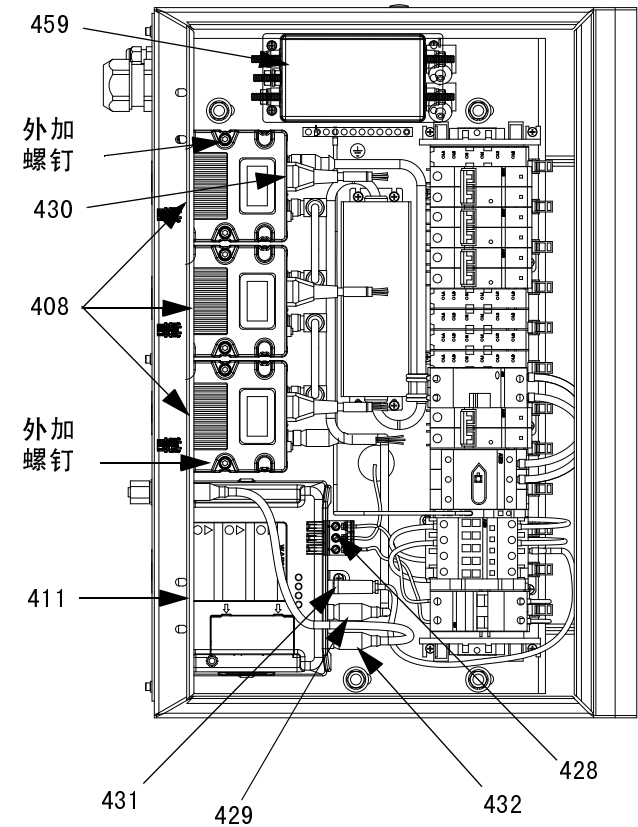

图 48：电气外壳内视图
2. 拧松将小功率 TCM（408）固定在基座（407）上的两个外加螺钉（409）；卸下小功率 TCM。请参见图 48。
3. 从大功率 TCM 上断开所有的四条电缆进线（432、428、429 和 431）。见图 48。